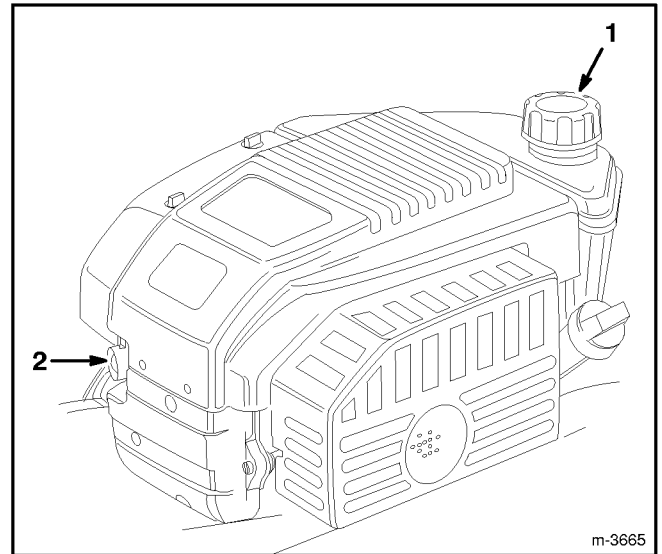

Abbildung 8
1. Den Bereich des Kraftstofftankverschlusses reinigen und Verschuß vom Tank abschrauben (Abb. 8). Bei Verwendung von bleifreiem Benzin den Kraftstofftank bis 6 - 13 mm unterhalb der Tankoberkante befüllen. Kein Benzin in den Einfüllstutzen füllen und Tank nicht ganz füllen.
3. Die Kaltstarthilfe dreimal (3) drücken (Abb. 8).